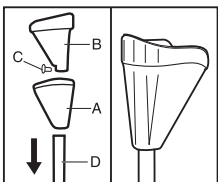

Figura 11
Insira a capa (A) do adaptador no tubo metálico (D). Depois, coloque o adaptador (B) no tubo (A), fixando-o com parafuso (C). Suba a capa (A), encaixando-a no adaptador até ouvir o "CLIC", de acordo com a figura 11.